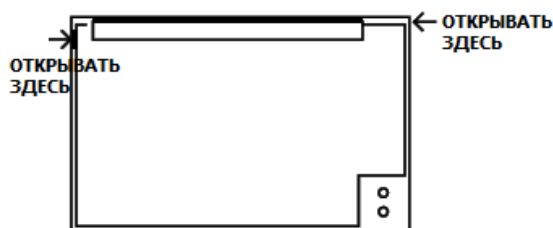
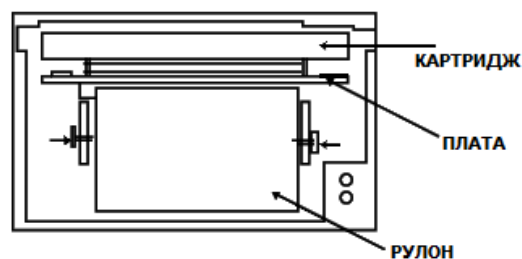

Рис. 13
Рис. 14
- (A) Отключите питание регистратора, откройте крышку слота как показано на рис. 13, причем, открывайте сначала одну сторону, затем другую. Снимите крышку, после чего Вы увидите рулон бумаги, печатающую головку и плату как на рис. 14